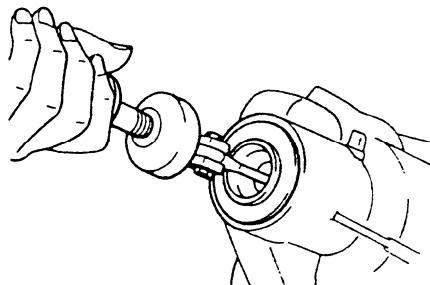

图 4-111 拆卸油封
(7) 拆卸油封时, 按图 4-111 所示, 用拉拔器将差速小齿轮油封拉出, 在组装时更换新的油封, 接着拆卸轴承座以及外侧差速小齿轮油封挡环。